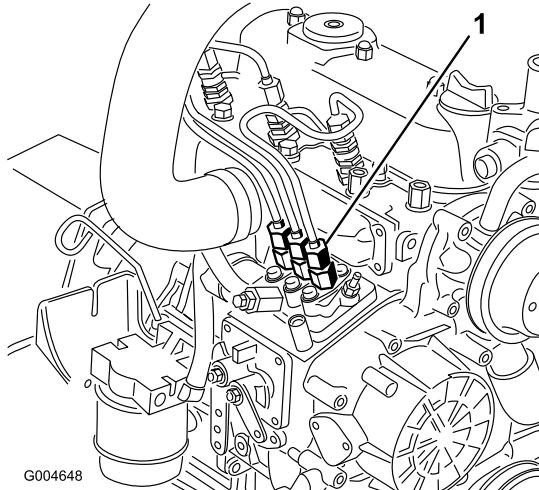

Figure 63
- Placez un chiffon sous le raccord du tuyau allant de la pompe d'injection à l'injecteur N° 1 comme illustré à la Figure 63.